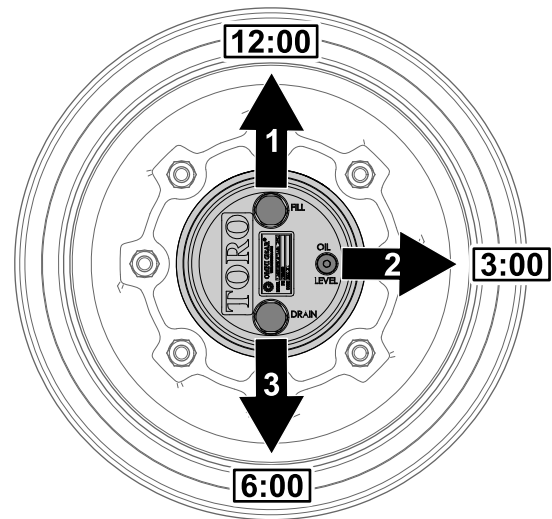

Bild 100
- Parken Sie die Maschine auf einer ebenen Fläche und positionieren Sie das Rad so, dass die Füllschraube auf 12 Uhr, die Prüfschraube auf 3 Uhr und die Ablassschraube auf 6 Uhr steht (**Bild 100**).
- Entfernen Sie die Prüfschraube, die auf 3 Uhr steht (**Bild 100**).
1. Parken Sie die Maschine auf einer ebenen Fläche und positionieren Sie das Rad so, dass die Füllschraube auf 12 Uhr, die Prüfschraube auf 3 Uhr und die Ablassschraube auf 6 Uhr steht, siehe Bild 100 in Prüfen des Ölstands im Planetengetriebe \(Seite 66\).